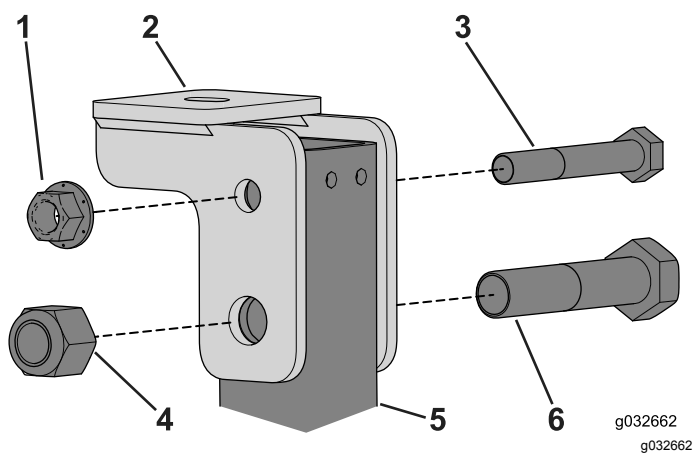

図 111
1. キャブフレーム後部で、キャブマウントブラケットをROPSチューブに固定しているボルトを取り外す 図 111。